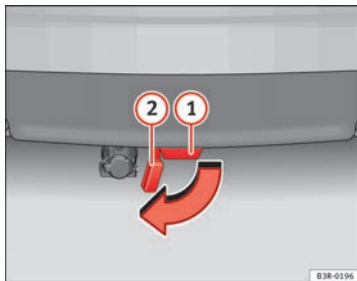

Abb. 152 Stoßfänger hinten: Verschlussdeckel aufklappen
- Klappen Sie den Verschlussdeckel ② ⇒ Abb. 152 des Aufnahmeschachts ① unterhalb des Stoßfängers bis zum Endanschlag heraus. Der Verschlussdeckel verrastet am Endanschlag automatisch.